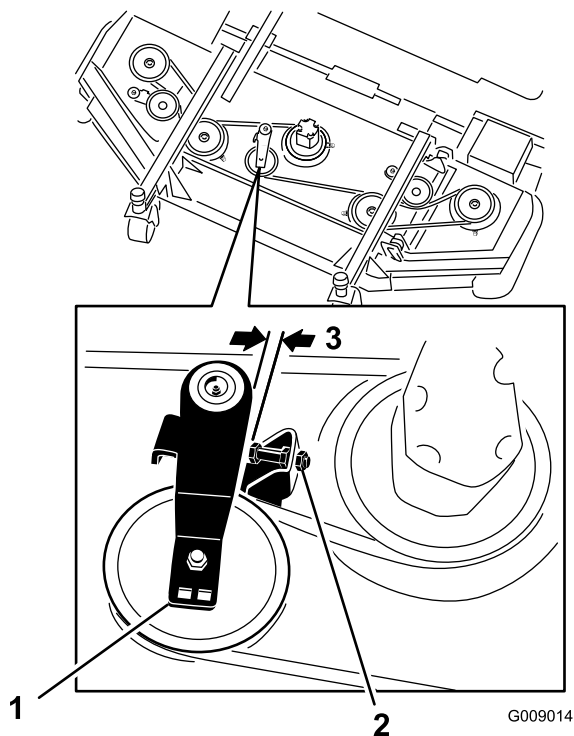

Рисунок 81
2. На передней деке - отпустите зажимные гайки на винте упора натяжного шкива и заверните винт упора в кронштейн (Рисунок 81).
3. Используя ключ с трещеткой или аналогичный инструмент, отодвиньте натяжной шкив (Рисунок 81) от приводного ремня, чтобы снять натяжение ремня и иметь возможность снять ремень со шкивов деки.